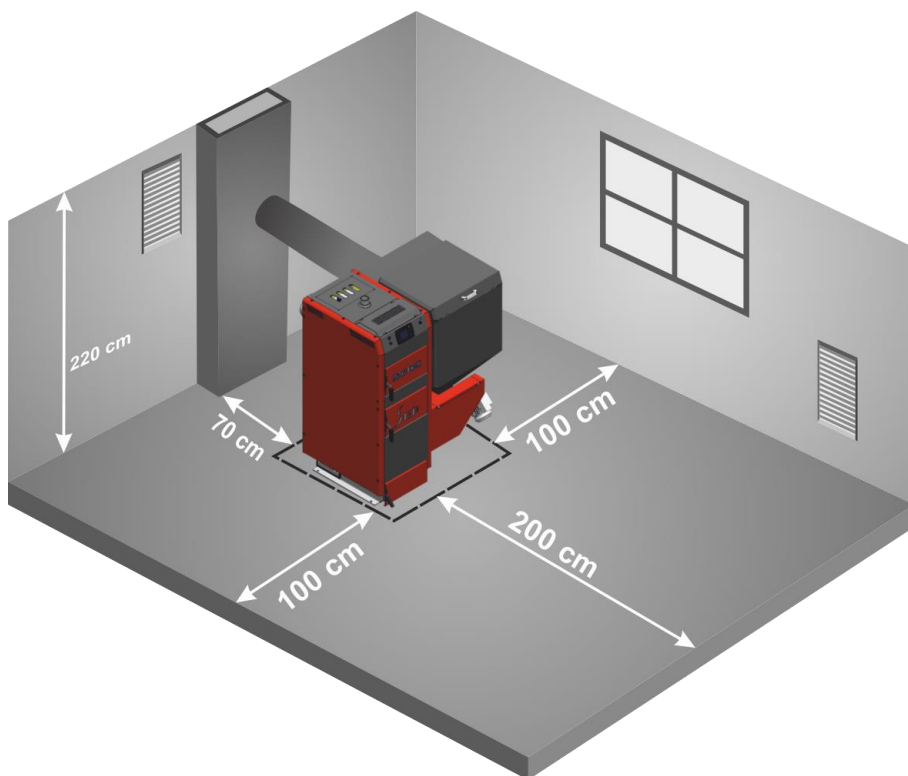

Рисунок 12.1 Рекомендуемое расстояние установки котла для удобства обслуживания
- На схеме котельной (Рисунок 12.1) показаны минимально необходимые расстояния.